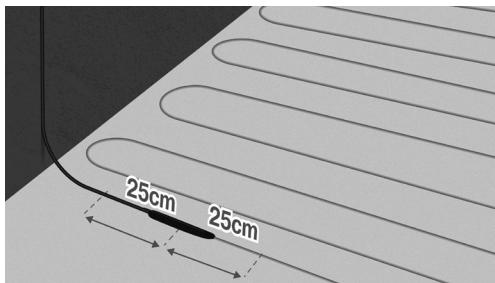

Fig. 9. Lägg kabeln rakt på vardera sidan av skarven
7. Kablarna fästs vid ca 25 cm på vardera sidan av kopplingen mellan kallkabeln och värmekabeln, mätt från skarvens mitt. Var noga med att börja så att kallkabeln kan nå termostaten. (Fig. 9).